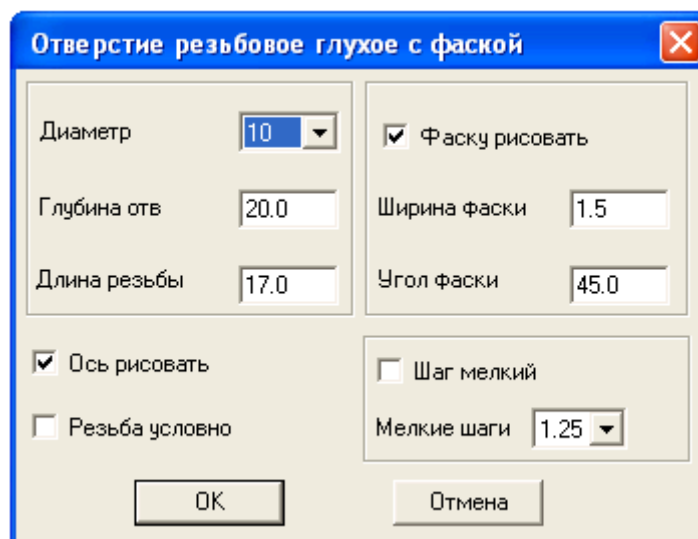

Рис. 60. Окно установки параметров отверстия
1. Двойной щелчок ЛК мыши на ярлыке выбранного файла (рис. 60), затем курсор перевести на поле документа. На экране появится окно параметров с названием выбранного файла.